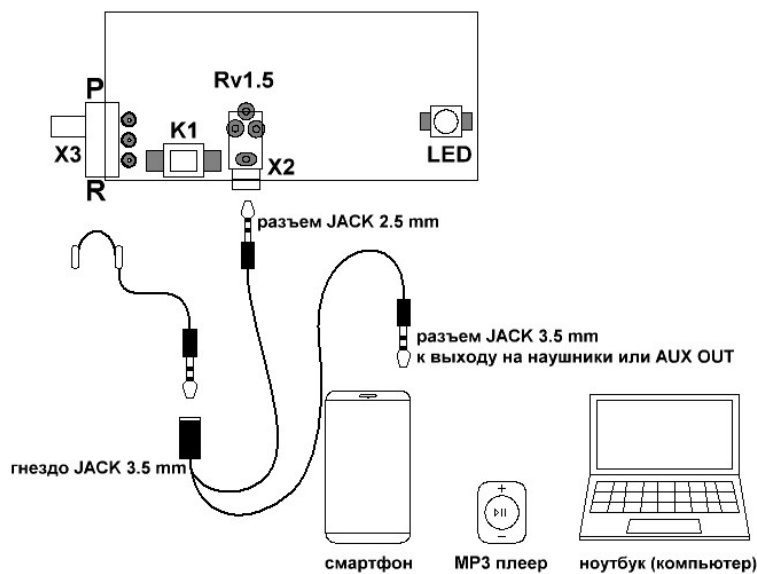

Рис. 3
4.1.3. На плате **Rv1.5** оповещателя переведите рычаг движкового переключателя **X3** из положения **P** в положение **R** (Рис.3).
Для воспроизведения речевого сообщения, записанного в память оповещателя необходимо, чтобы рычаг движкового переключателя **X3** на плате **Rv1.5** был в положении **P** (Рис. 3).
4.1.5. Подключите аудиокабель к разъему **X2** на плате **Rv1.5** оповещателя штекером **TRS 2.5 mm**, а штекер **TRS 3.5 mm** подключите к устройству-источнику проигрывания речевого сообщения (Рис. 3).
Для контроля записи речевого сообщения на слух Вы можете подключить наушники в гнездо **TRS 3.5 mm** (Рис. 3).
При этом светодиод **LED** на плате **Rv1.5** оповещателя должен светиться (Рис. 3).